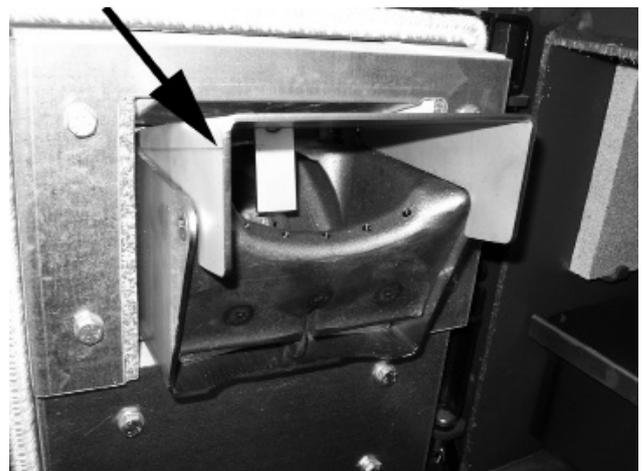

Abbildung 6: Das Flammenleitblech
- Entfernen Sie das Flammenleitblech (siehe Abb. 6) von der Brennerschale.